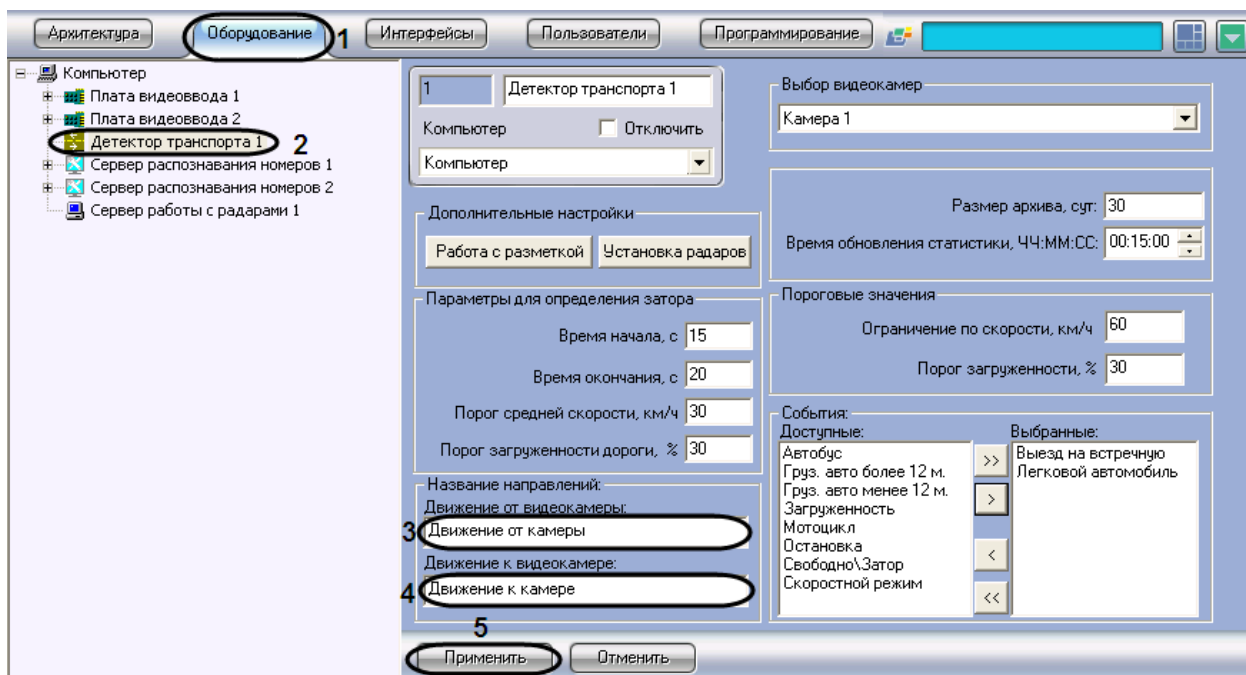

Рис. 7.4—19. Задание названий направлениям движения транспорта для отображения в диалоговом окне «Трафик монитор»
1. В диалоговом окне «Настройка системы» перейти на вкладку «Оборудование» (см. Рис. 7.4—19, 1).
2. В дереве объектов на вкладке «Оборудование» выбрать объект «Детектор транспорта», соответствующий настраиваемому программному модулю «Детектор транспорта» (см. Рис. 7.4—19, 2). В правой части вкладки «Оборудование» отобразится панель настройки выбранного объекта.
3. Указать название направления движения транспорта, отображающееся в диалоговом окне «Трафик монитор», для транспортных средств, движущихся от видеокамеры, настроенной для программного модуля «Детектор транспорта» (см. Рис. 7.4—19, 3).
4. Указать название направления движения транспорта, отображающееся в диалоговом окне «Трафик монитор», для транспортных средств, движущихся к видеокамере, настроенной для программного модуля «Детектор транспорта» (см. Рис. 7.4—19, 4).